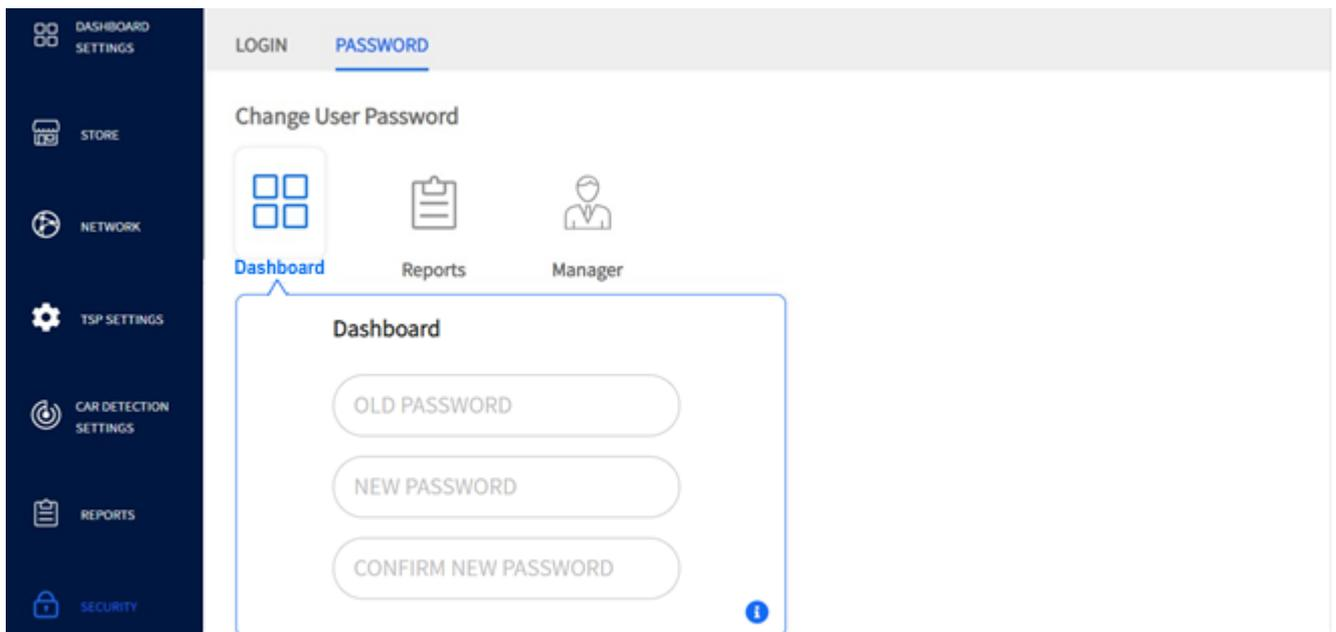

Abb. 9.3
**Wozu braucht man diesen Bildschirm?** Passwörter sind eine Sicherheitsmaßnahme, damit nur autorisierte Personen Zugriff auf Ihr System haben. Sie werden auch verwendet, um den Zugriff auf bestimmte Funktionen einzuschränken. In Abb. 9.3 wurde das Passwort für die Benutzerebene „Dashboard“ gewählt.